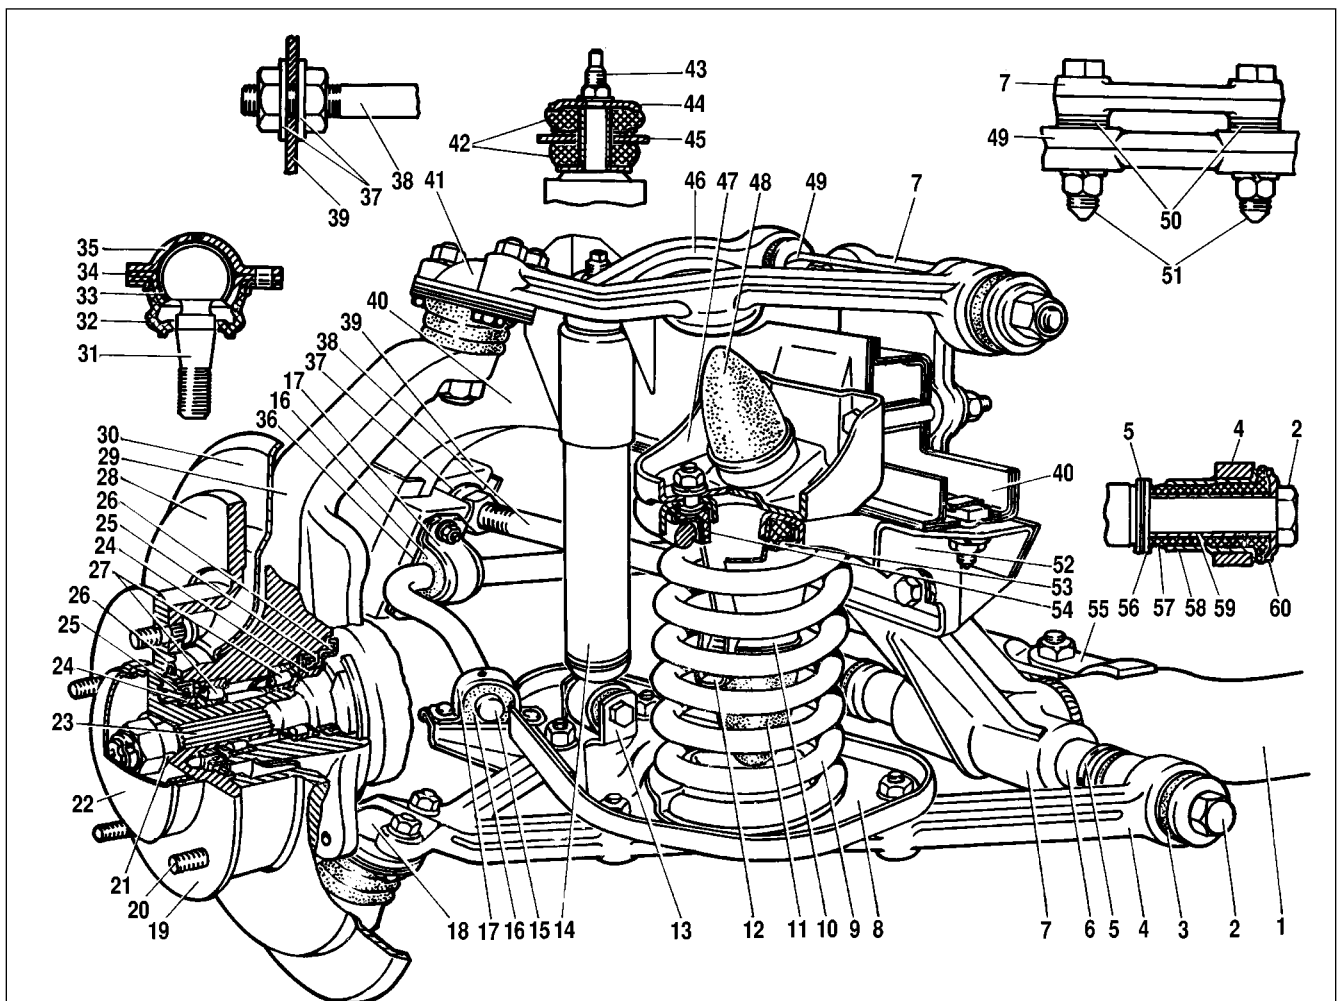

Bild 4-1. Vorderradaufhängung:
Der Aufbau der Vorderradaufhängung ist in Bild 4-1 gezeigt.
Vorlaufwinkel. Wenn der Winkelwert bei der Kontrolle nicht den oben angegebenen Daten entspricht, die Anzahl der zwischen der Achse des oberen Lenkers und dem Tragebock des Querträgers eingelegten Scheiben 50 (siehe Bild 4-1; Tabelle 4-2) verändern.
Sturz der Vorderräder. Wenn sich der Sturz von der Norm abweicht, so ist dieser einzustellen, wozu die Anzahl der zwischen der oberen Lenkerachsen und dem Tragebock des Querträgers eingelegten Scheiben 50 (siehe Bild 4-1) zu ändern ist.
- Mit Vorrichtung 67.7823.9514 die Radnabekappe abziehen, die Stellmutter losdrehen und die Buchse 21 wegnehmen (siehe Bild 4-1),